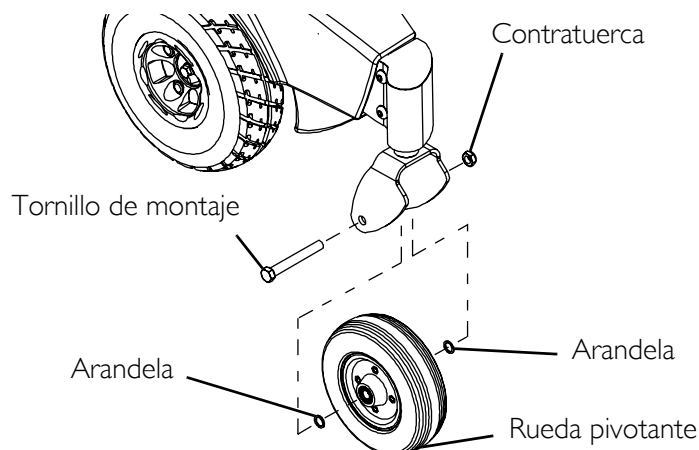

ILUSTRACIÓN 10.3 Sustitución de los conjuntos delantero/trasero de ruedas pivotantes
NOTA: Para ver este procedimiento, consulte la ILUSTRACIÓN 10.3.
3. Sujete la nueva rueda pivotante a la horquilla con el tornillo de montaje, arandelas y contratuerca que ha quitado anteriormente (ILUSTRACIÓN 10.3). Apriétela bien.